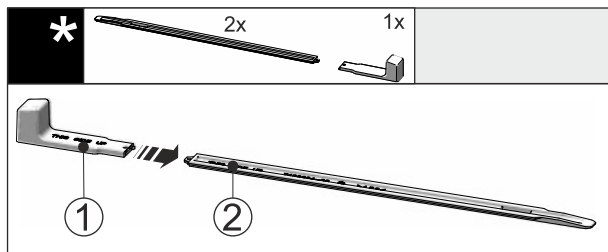

Fig. 45
- Postavite montažnu ručku Fig. 45 (1) na šinu za Fig. 45 (2) niveliranje.